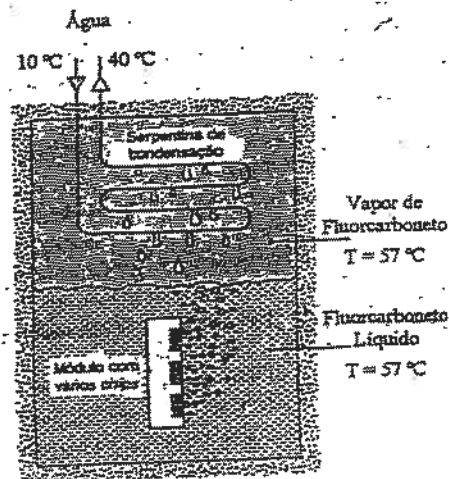

Figura 4
- Uma técnica para arrefecimento de um módulo com vários "chips" consiste na sua imersão num banho de fluocarboneto líquido, como se mostra na figura 4. O vapor de fluocarboneto condensa na superfície externa de uma serpentina de cobre situada acima do líquido. No interior da serpentina circula água arrefecida.
b) No sentido de incrementar a transferência de calor do módulo de "chips" para o fluocarboneto líquido, será preferível colocar o módulo na vertical, como na figura 4, ou na horizontal? Justifique.